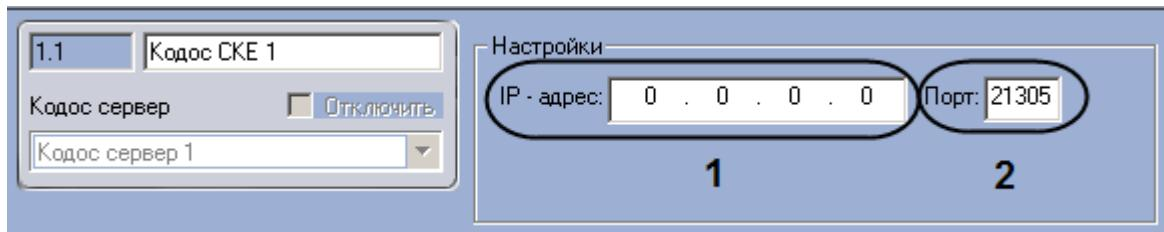

Рис. 3.2—2 Настройка подключения оборудования КОДОС к Серверу
2. Ввести IP-адрес подключения оборудования **КОДОС** по локальной сети в поле **IP-адрес** (см. Рис. 3.2—2, 1).